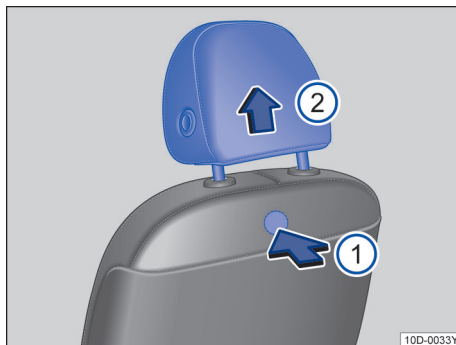

图 61 拆卸和安装前排头枕
- 按压隐藏在座椅靠背内的按钮→图 61①，将头枕完全拔出。